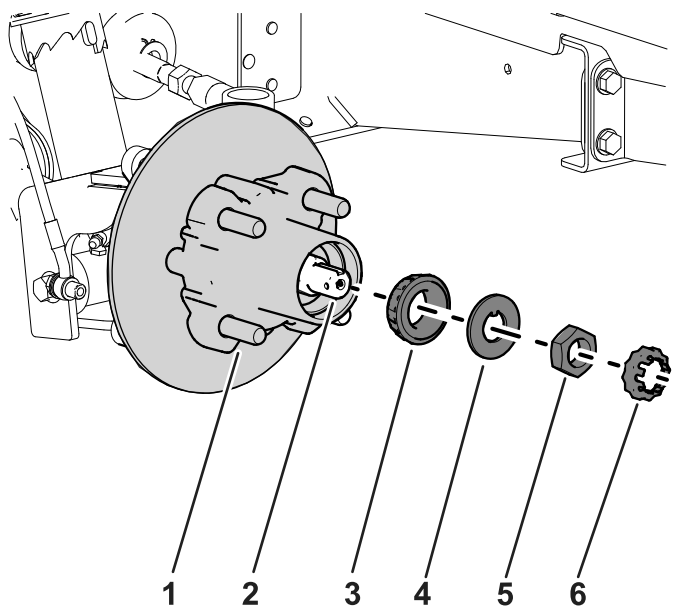

図 39
1. スピンドルに所定のグリスを薄く塗る 図 39。
2. ハブとロータをスピンドルに取り付ける。ロータを内側にすること 図 39。
3. スピンドルに外側ベアリングを取り付けてレースにはめる 図 39。
4. スピンドルにタブワッシャを取り付ける 図 39。
5. スピンドルにスピンドルナットを取り付け、ハブを回してベアリングを着座させながらナットを 15 N·m 1.52 kg·m = 11 ft-lb に締めつける 図 39。
- ブレーキパッドをロータのそれぞれの側に合わせ 図 35、キャリアブラケットの穴と、スピンドルフレームのブレーキ取り付け部の穴を整列させる 図 39。